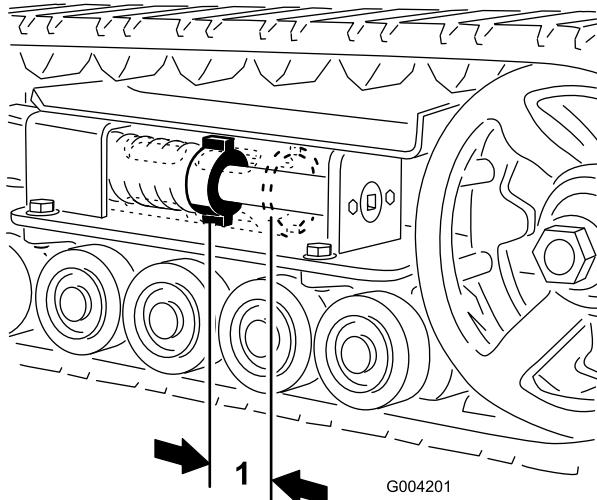
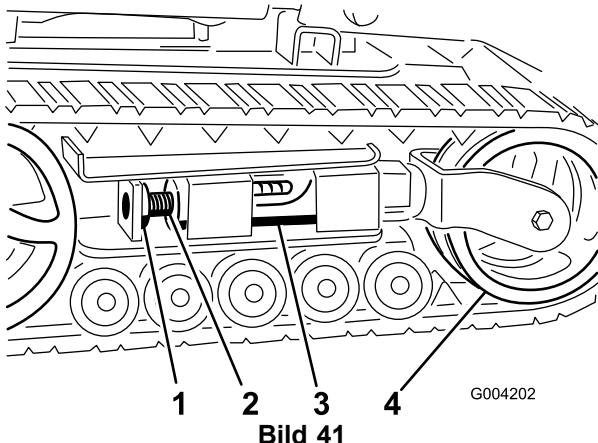
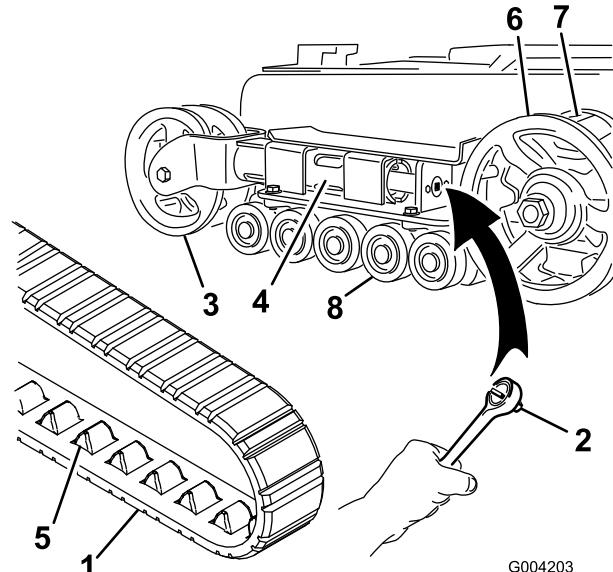
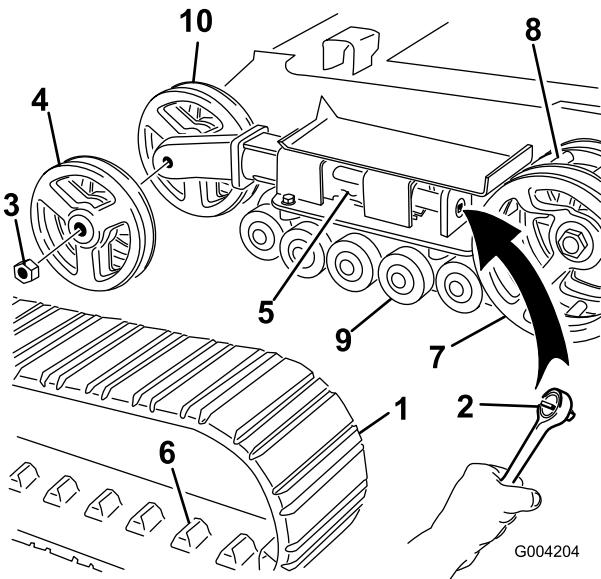

Bild 40
Bild 41
Bild 42
Bild 43
Zwischen der Spannungsmutter und der Rückseite des Spannungsrohrs sollte ein Abstand von 7 cm sein (Bild 40). Stellen Sie ansonsten die Kettenspannung wie folgt ein:
3. Entfernen Sie die Befestigungsschraube und Mutter (Bild 41).
4. Drehen Sie die Spannschraube mit einem Sechskantschlüssel (1/2 Zoll) (Bild 42) nach links, bis der Abstand zwischen der Spannmutter und der Rückseite des Spannungsrohrs 7 cm beträgt (Bild 40).
5. Richten Sie die am nächsten liegende Kerbe in der Spannschraube mit dem Loch der Befestigungsschraube aus und befestigen Sie die Schraube mit der Befestigungsschraube und Mutter (Bild 41).
4. Lösen Sie die Antriebsspannung mit einem Sechskantschlüssel (1/2 Zoll), indem Sie die Spannschraube nach rechts drehen (Bild 41 und Bild 42).
5. Drücken Sie das Spannrad zur Rückseite der Maschine, um den Druckschlauch gegen den Rahmen zu bewegen (Bild 42). (Wenn es den Rahmen nicht berührt, drehen Sie die Spannschraube so lange, bis es funktioniert.)
7. Wenn Sie die Kette vom Spannrad entfernt haben, entfernen Sie sie auch vom Antriebsrad und den Straßenrädern (Bild 42).
8. Legen Sie die neue Kette, beginnend beim Antriebsrad, um das Rad und stellen Sie sicher, dass die Stollen an der Kette zwischen die Zahnräder am Rad passen (Bild 42).
9. Drücken Sie die Kette unter und zwischen die Straßenräder (Bild 42).
11. Drehen Sie die Spannschraube nach rechts, bis der Abstand zwischen der Spannmutter und der Rückseite des Abzweigschlauchs 7 cm beträgt (Bild 40).
4. Lösen Sie die Antriebsspannung mit einem Sechskantschlüssel (1/2 Zoll), indem Sie die Spannschraube nach rechts drehen (Bild 41 und Bild 43).
5. Drücken Sie das Spannrad zur Rückseite der Maschine, um den Druckschlauch gegen den Rahmen zu bewegen (Bild 43). (Wenn es den Rahmen nicht berührt, drehen Sie die Spannschraube so lange, bis es funktioniert.)
6. Nehmen Sie die Mutter ab, mit der das äußere Spannrad befestigt ist. Nehmen Sie das Rad ab (Bild 43).
7. Nehmen Sie die Kette ab (Bild 43).
8. Nehmen Sie die Mutter ab, mit der das innere Spannrad befestigt ist. Nehmen Sie das Rad ab (Bild 43).
12. Setzen Sie das innere Spannrad ein und befestigen Sie es mit der vorher abgenommenen Mutter (Bild 43).
14. Montieren Sie die neue Kette. Achten Sie darauf, dass die Stollen in der Kette zwischen die Zahnräder in der Mitte des Antriebsrads passen (Bild 43).
15. Setzen Sie das äußere Spannrad ein und befestigen Sie es mit der vorher abgenommenen Mutter (Bild 43).
17. Drehen Sie die Spannschraube nach rechts, bis der Abstand zwischen der Spannmutter und der Rückseite des Abzweigschlauchs 7 cm beträgt (Bild 40).